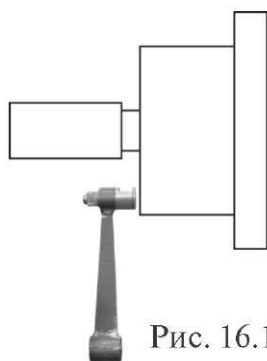

Рис. 16.1
15.2. Калибровка устройства измерения дистанции. Для оценки погрешности устройства ввода дистанции выдвиньте штангу ввода параметров и уприте ее палец в задний торец фланца вала, как показано на рис.16.1. При этом на индикаторах 1 отображается величина введенной дистанции, а на индикаторах 4 величина диаметра диска. Если величина дистанции на индикаторах 1 не равна  $4,5 \pm 0,2$ , то устройство ввода дистанции требует калибровки.